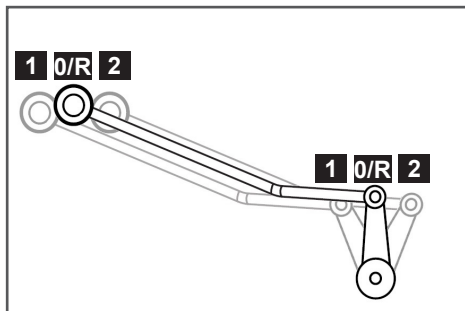

Рис. 31. Положения рычага переключения передач
Мотоблок имеет три скорости передвижения: две вперед, одна назад. Положения рычага переключения передач показаны на Рис. 31.
4. Не нажимая рычаг включения хода, переведите рычаг переключения передач в положение «1» (1-я передача) (Рис. 31).